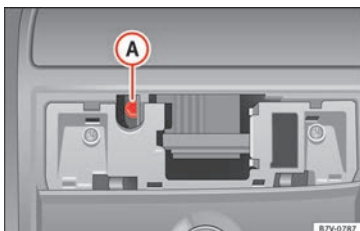

Bild 16 Insexbult för stängning av det glidande panoramasoltaket
- Sätt i en vanlig 4 mm insexnyckel¹⁾ i bulten » **bild 16 A**.